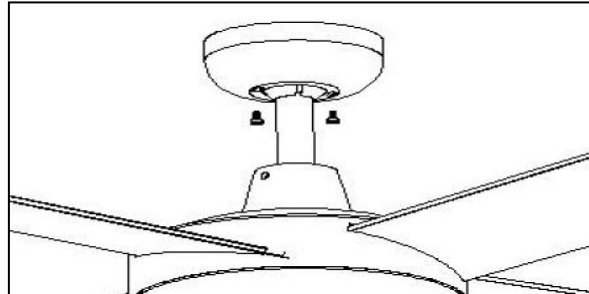

Fig. 10
- Coprire la staffa di montaggio con la calotta. Assicurarsi che tutti i cavi elettrici siano nascosti all'interno della calotta e che non siano stati danneggiati durante questa operazione. Fissare la calotta alla staffa di supporto utilizzando le viti in dotazione. Fig 10.